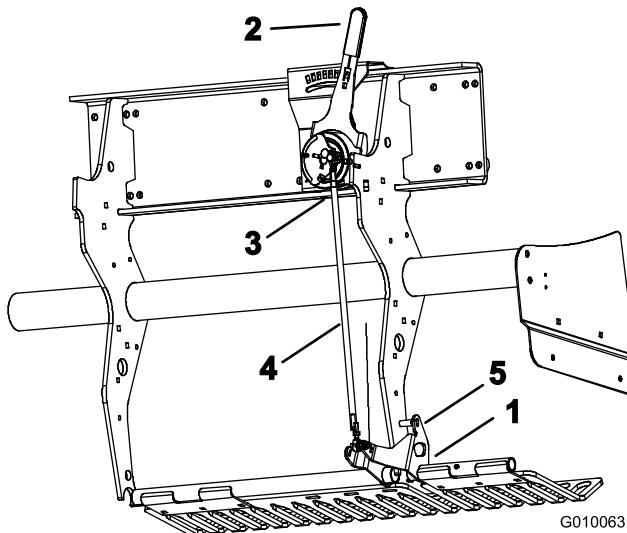

Figura 59
1. Rode o suporte de montagem do protector de relva LH (Figura 59) até dar para inserir um pino de bloqueio (barra ou parafuso de 5/16) entre o suporte e o tubo de configuração da profundidade soldado à estrutura.
2. Mova a alavanca de profundidade dos dentes (Figura 59) para a configuração H (a mais profunda).
3. Desligue o dispositivo esférico esterior (Figura 59) da cablagem (interruptor de cabeça para baixo).
4. Desaperte as porcas de bloqueio (LH e RH) da barra de ajuste da profundidade (Figura 59).